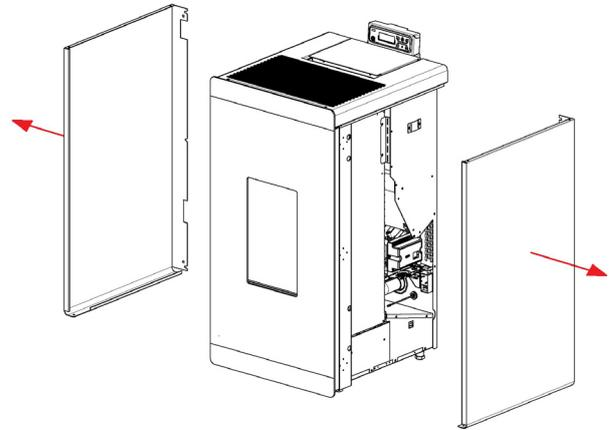

Fig. 50 - Entfernen der Seiten
- Die Seiten entfernen (siehe **Fig. 50 auf S. 24**).